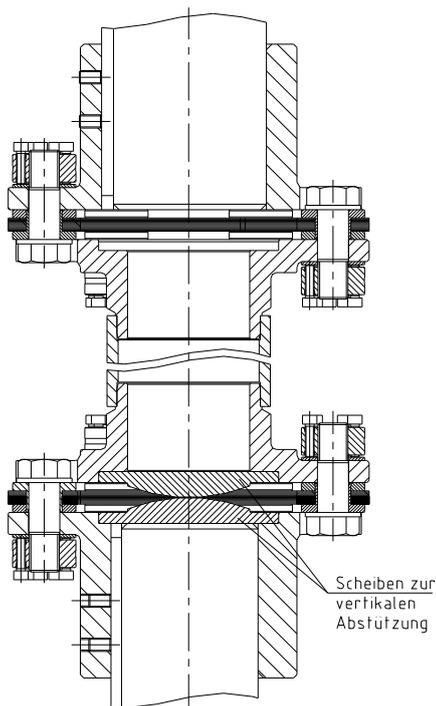

Bild 24: Vertikaler Einbau (bevorzugter Einbau)
- Montieren Sie die Flanschnaben auf die Welle der An- und Abtriebsseite. Hierbei ist darauf zu achten, dass die Flanschnabe mit der Scheibe zur vertikalen Abstützung unten ist (siehe Bild 24 und alternativ 25).
- Die Innenseite der oberen Flanschnabe bzw. die Zentrierfläche der unteren Flanschnabe müssen bündig mit den Stirnseiten der Wellen abschließen (siehe Bild 24 und alternativ 25).